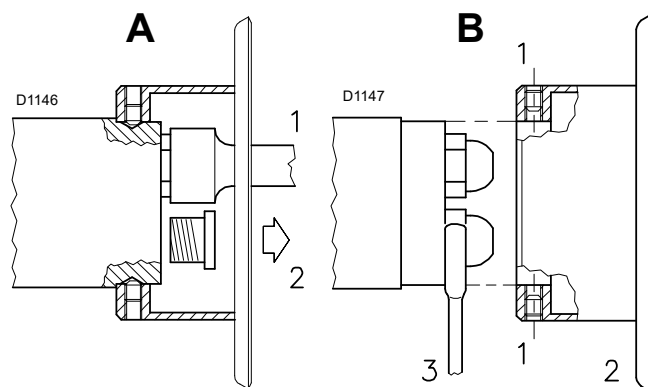

Fig. 15
- Montare i due ugelli con la chiave a tubo 1)(A Fig. 15) (da 16 mm), dopo aver tolto i tappi in plastica 2)(A Fig. 15), passando dall'apertura centrale del disco di stabilità fiamma oppure allentare le viti 1)(B Fig. 15), togliere il disco 2)(B Fig. 15) e sostituire gli ugelli con la chiave 3)(B Fig. 15).